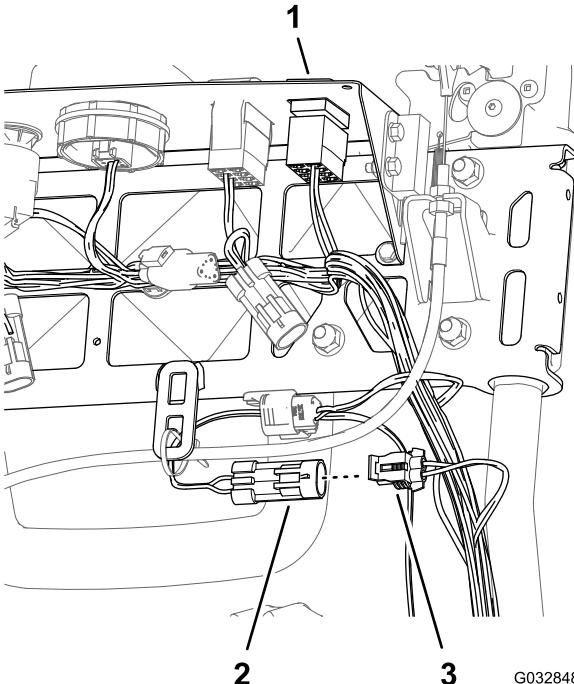

Bild 12
- Fluchten Sie den 2-Buchsen-Stecker des Maschinenkabelbaums für die Maschine mit dem 2-Stift-Stecker des Lampenkabelbaums aus (Bild 12).
- Schließen Sie den 2-Buchsen-Stecker des Maschinenkabelbaums für die Maschine am 2-Stift-Stecker des Lampenkabelbaums an (Bild 12).